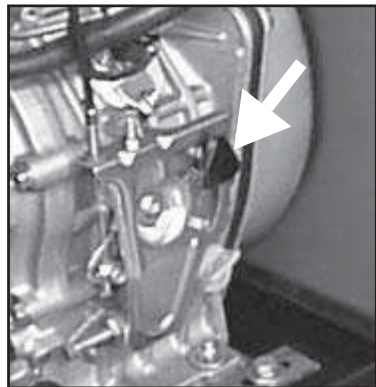

Fig. 7
2) Versie Motor Yanmar: Zet de versneller op de motor (zie fig. 7), omhoog; wacht tot de motor volledig is gestopt; zet de sleutel weer in de stand "OFF".